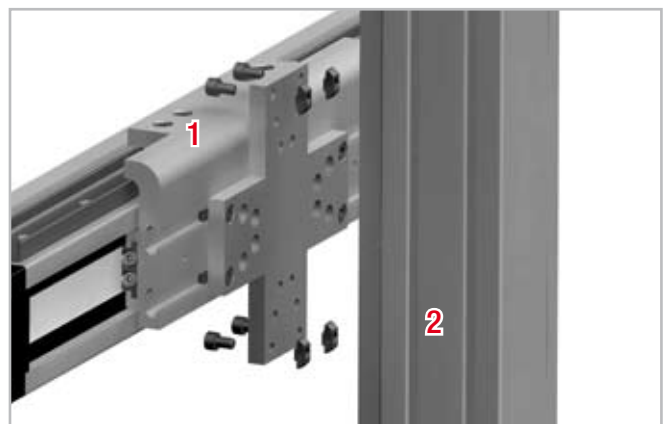

Abb. 76
4. Führen Sie die Schrauben von der anderen Seite der Verbindungsplatte ein (s. Abb. 76).